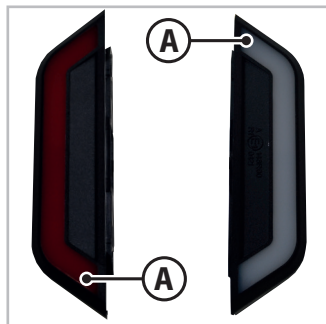

Fig. 7.4 - Sidemarkeringslys
2. Fjern det hvit-røde dekselet (A - Fig.7.4) ved å fjerne festeskrueene.
5. Sett på plass det hvit-røde dekselet (A - Fig.7.4) ved hjelp av festeskrueene om ble fjernet tidligere.